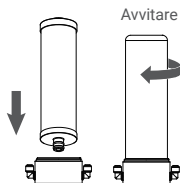

Figura 8
3. Inserire il nuovo filtro nello slot designato e continuare a spingere fino a quando raggiunge la posizione finale. Una volta in posizione, stringere il corpo per fissare il filtro. (Figura 8)